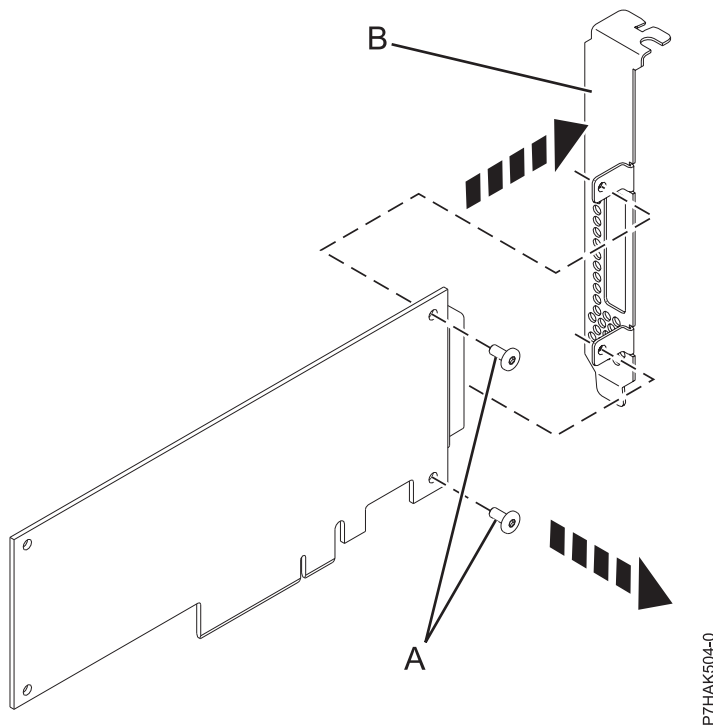

Figura 51. Extracció de la contrapunta de perfil alt d'un adaptador PCIe nou
8. Fent servir un tornavís Phillips, traieu els dos cargols de subjecció (A) que subjecten la contrapunta de perfil alt (B) a l'adaptador PCIe nou, com es mostra a la Figura 51 a la pàgina 53.